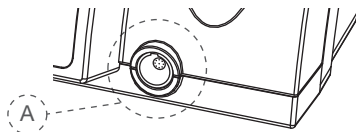

Fig. 2 Vedere frontală a racordului
5. Conectați ștecărul cablului micromotorului la priză de racordare (fig. 2, A) de pe partea frontală a unității de comandă.
Priza de racordare (fig. 2, A) este un conector tip mamă. Orientați în sus punctul roșu de pe conectorul tată astfel încât să se potrivească cu ghidajul prizei de racordare. Nu înșurubați conectorul tată în priză. Pentru scoaterea din priză, trageți de capătul metalic al cablului. Nu încercați să scoateți conectorul prin deșurubare.